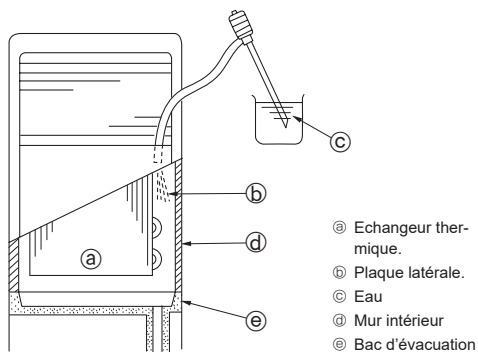

Fig. 5-2
5.2. Vérification de l'évacuation (Fig. 5-2)